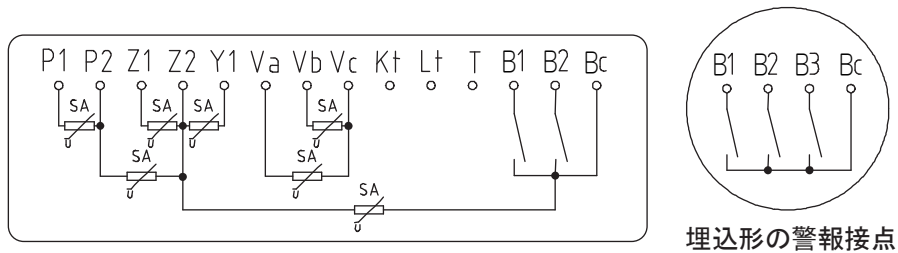

図11 SA(避雷器)の設置
2. 各端子間の測定および印加は行わないでください。(図11)